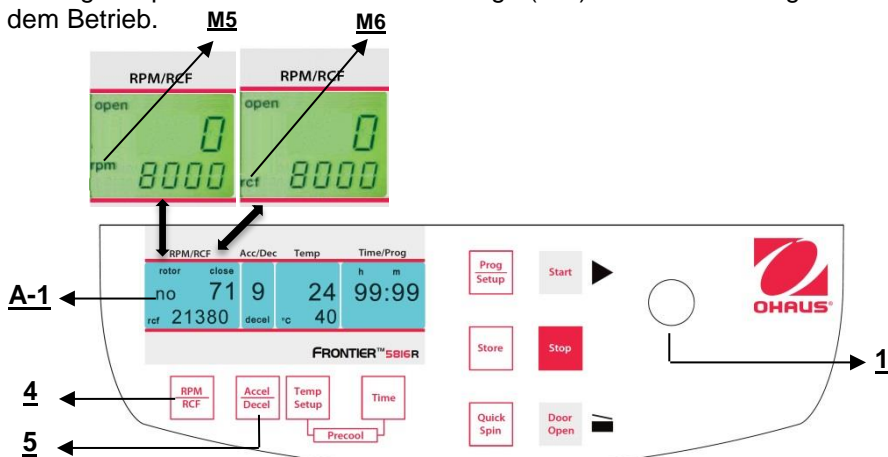

Abbildung 16
Diese Vorauswahl wird durch die Taste **"RPM | RCF"** (4) aktiviert (siehe Abbildung 16 unten). Wenn Sie die Taste einmal drücken, blinkt das Wort **"rpm"** (M5). Wenn Sie die Taste zweimal drücken, kann die Vorauswahl der Zentrifugalkräfte ausgewählt werden. Dann erscheint das blinkende Wort **"rcf"** (M6). Sie können die gewünschten Werte mit dem Anpassungsknopf (1) einstellen. In der Anzeige (A-1) wird stets der regulierte Wert angezeigt, bevor, während und nach dem Betrieb.